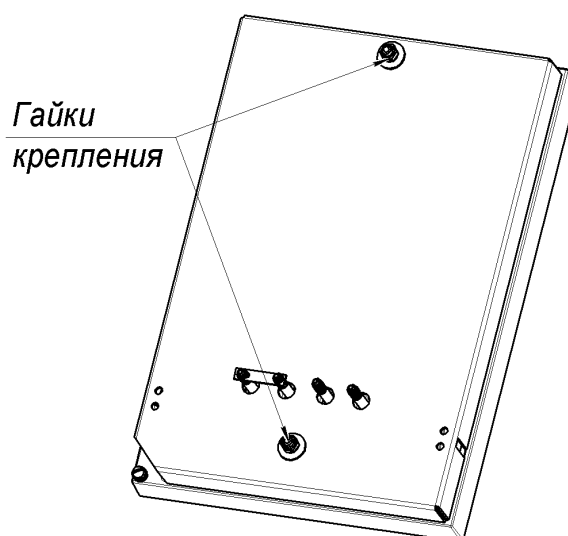

рис.3
3. Уложить в короб теплоизоляционный материал, установить на короб чугунную конфорку и закрепить двумя гайками М8 и шайбами входящие в комплект поставки. Установить шинку соединения ТЭНов, провода подводящие э/энергию к ТЭНам и провод заземления на корпус конфорки (см. рис.3).